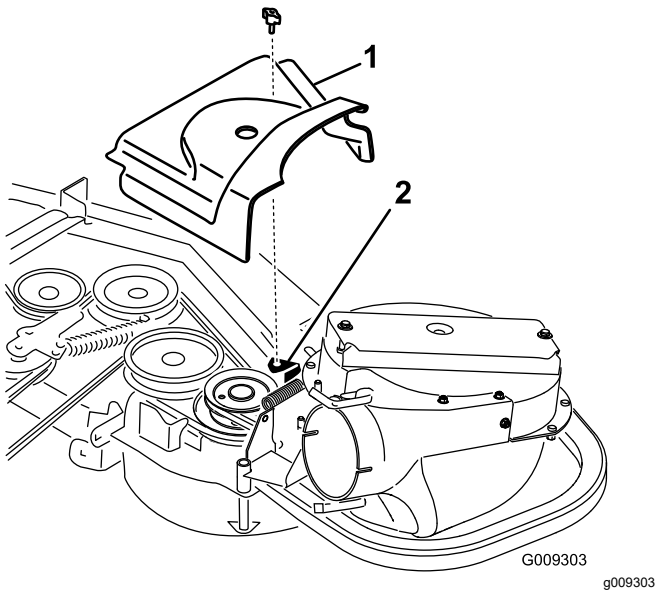

Figura 31
2. Instale la nueva cubierta de la correa de manera que las muescas de cada lado pasen por encima de los soportes de la cubierta de la correa, y enganche el cierre (Figura 30 o Figura 31).